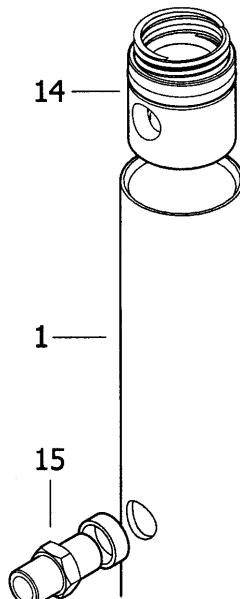

Fig. 8
5. Unscrew and remove the air inlet adaptor (15) and remove carefully the air packing set (14) from inside the tube (1) (fig. 8), pushing it with a rod made out of a soft material (i.e. wood).
5. Desenroscar y quitar el adaptador de entrada de aire (15) y quitar con cuidado el conjunto empaquetadura de aire (14) desde dentro del tubo (1), empujándole con una barra de material blando (p.e. madera).
6. Desenroscar y quitar el adaptador de salida de fluido (17) y quitar con cuidado el conjunto empaquetadura de fluido (16) desde dentro del tubo (1) (Fig. 8), empujándole con una barra de material blando (p.e. madera).
5. Desserrer et retirer l'adaptateur d'entrée d'air (15) et extraire avec soin l'ensemble porte-joints d'air (14), de l'intérieur du tube (1), en poussant ce dernier à l'aide d'une baguette de matière souple (en bois p.e.).
6. Desserrer et retirer l'adaptateur de sortie de fluide (17) et extraire avec soin l'ensemble porte-joints de fluide (16), de l'intérieur du tube (1) – (Fig.8), en poussant ce dernier à l'aide d'une baguette de matière souple (en bois p.e.).